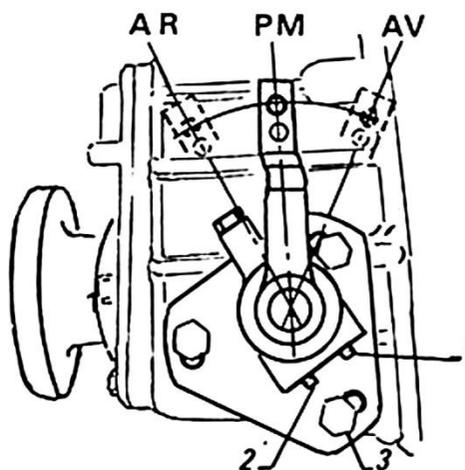

Fig. 8
- Débloquer et dévisser les vis autoserrantes de butée 1 et 2 Fig. 8 et les vis de fixation du flasque d'embrayage 3
- Unblock and undo self-tightening stop -screws 1 and 2 Fig. 8 and clutch flange fixing screws 3